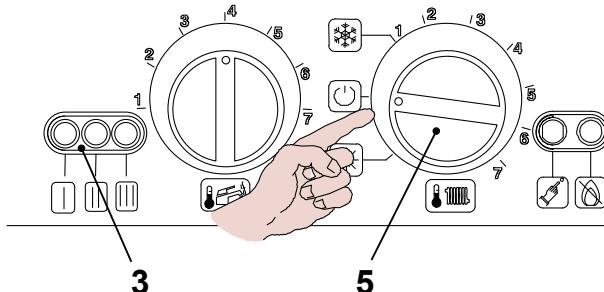

рис. 6.5
- Выключите бойлер, установив переключатель функций 5 в положение “О” как на рис. 6.5 .